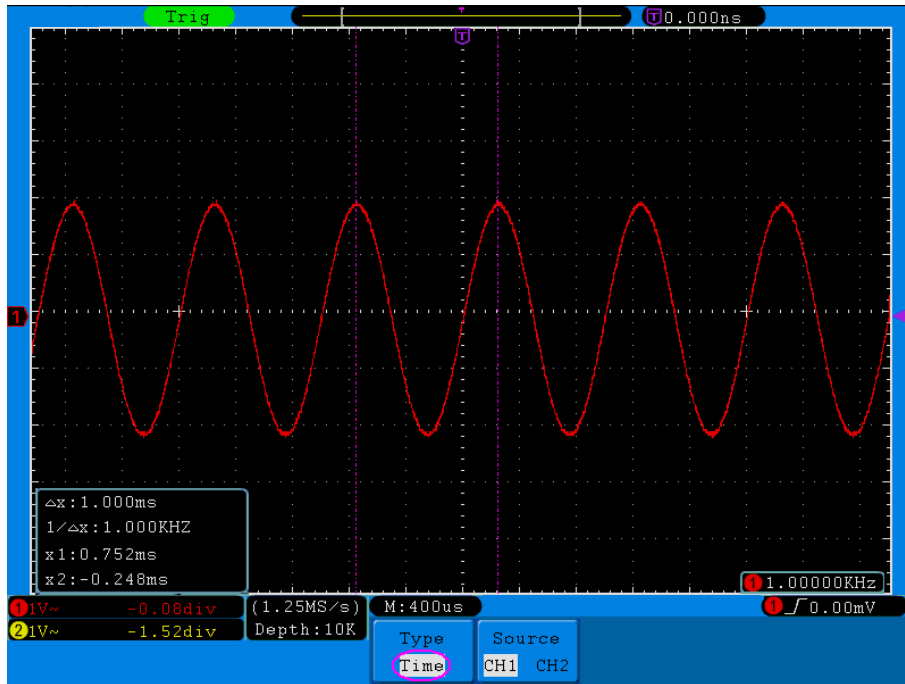

図 5-63 波形の時間カーソル測定
4. 被測定波形をもとに、2つのチャンネルの垂直位置(VERTICAL POSITION)ツマミを回してカーソル 1、カーソル 2 の位置を調節します。カーソルウィンドウに2つのカーソルの絶対的時間差及び周波数と2つのカーソルの現在時間が表示されます(図 5-63 参照)